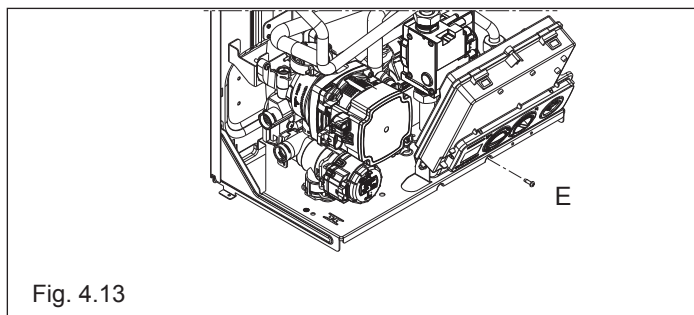

Fig. 4.13
- svitare la vite di fissaggio (E) del cruscotto (fig. 4.13)